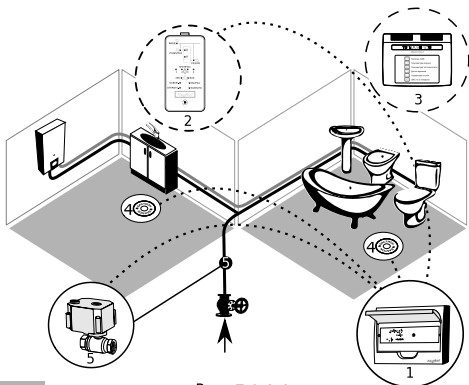

Рис. 7.2.2.1
Конфигурация: модуль управления (1), датчики протечки (4), кран с электроприводом (5) (опционно - выносной пульт управления (2), GSM-информатор (3)). Кран (5) с электроприводом устанавливается, как показано на рис. 7.2.2.1. Датчики протечки (4) устанавливаются на полу в местах возможного скопления воды при авариях и протечках (в санузлах, на кухне, под раковинами, унитазами и т. п.). При подаче питания модуль управления переходит в режим «ЗАКРЫТО» при этом кран (5) будет перекрыт. Нажатием кнопки модуль управления перейдет в режим «ОТКРЫТО», и кран (5) откроется. Используемые группы подключения кранов - КРАН 1 (для ввода).